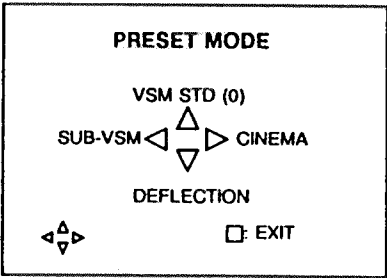

Fig. 1
- 2) Aparecerá la pantalla PRESET MODE indicada en la Fig. 1.